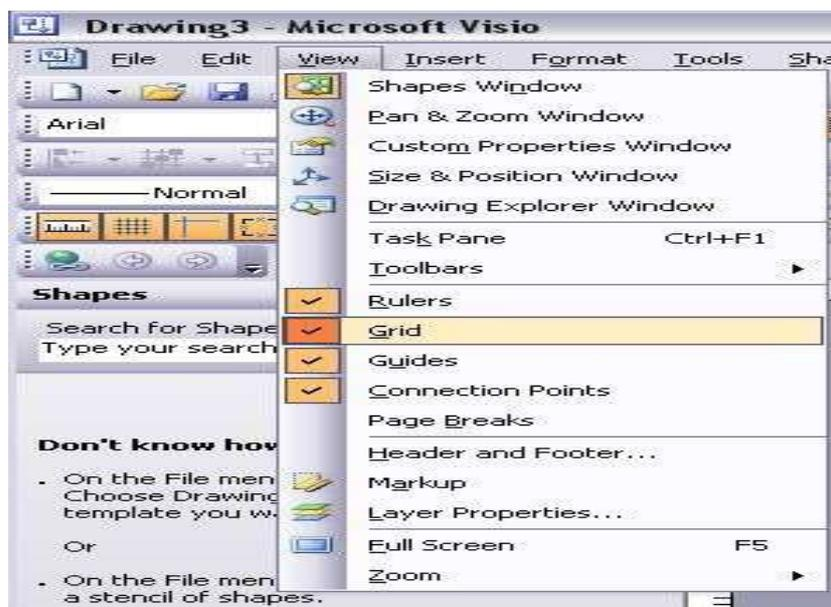

Рис. 52. Настройки в меню Вид
2. В меню **Вид** обязательно включить опции *Линейка (Rulers)* и *Сетка (Grid)*, чтобы в окне рисования Visio отображались линейки, а на странице документа была видна сетка (рис. 52).
3. Для работы с объектами программа Visio имеет более десятка панелей инструментов, две из которых автоматически отображаются при запуске – Standard (Стандартная) и Formatting (Форматирование). Для добавления дополнительных панелей инструментов пользоваться командами **View – Toolbars** (рис. 52).